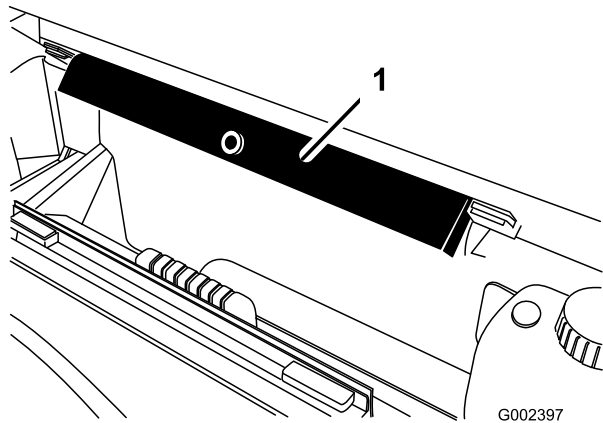

Figura 1
- B. Staccate il supporto del pianale dalle staffe su cui è riposto, sulla parte posteriore del pannello del sistema ROPS (Figura 1).